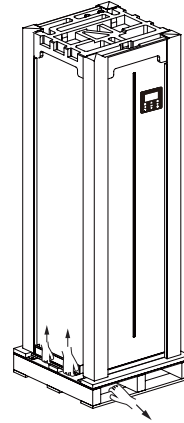

Fig.2-4
- Neljä henkilö pitää koneetta ja yksi vetää puista alusta (Fig 2-4)